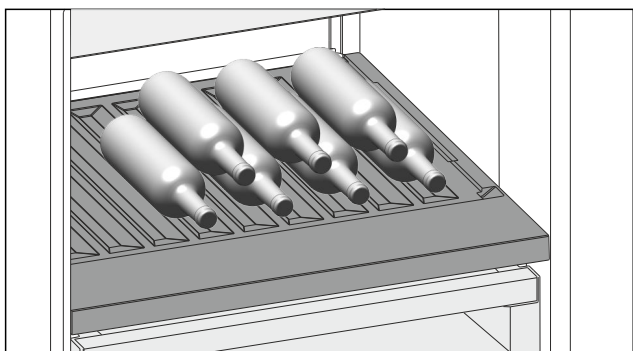

Fig. 134 Ilustrační zobrazení
- ▶ Láhve ukládejte dnem dozadu k zadní stěně. (viz Fig. 134)